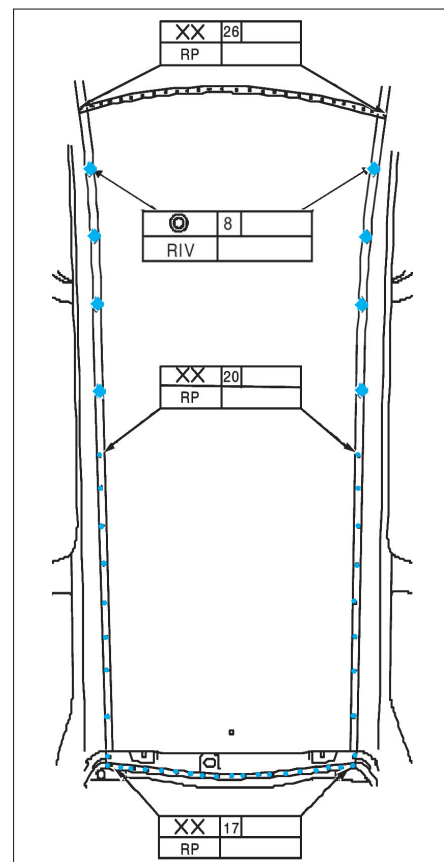

FIG. 159
- Ajuster le pavillon, riveter et souder par point (fig. 159).